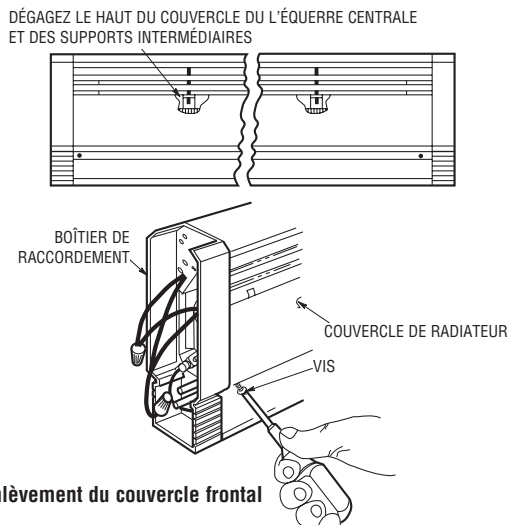

Figure 4. Enlèvement du couvercle frontal
4. Enlevez le couvercle frontal du radiateur en ôtant les vis aux angles inférieurs. Tirez le bas du couvercle vers l'extérieur et soulevez son haut pour dégager le boîtier de raccordement. Recommencez du côté opposé. Dégagez le haut du couvercle de l'équerre centrale et des supports intermédiaires. Voir la Figure 4.